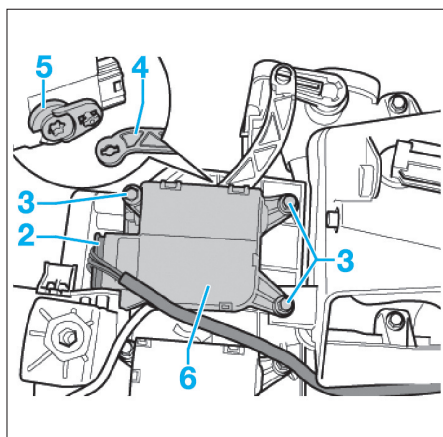

Fig. 42
- Repérer le connecteur électrique (2) du servomoteur (6) et le débrancher (Fig.42).
- Déposer les vis de fixation (3).
- Détacher la tringle (4) du levier (5) du servomoteur (6).